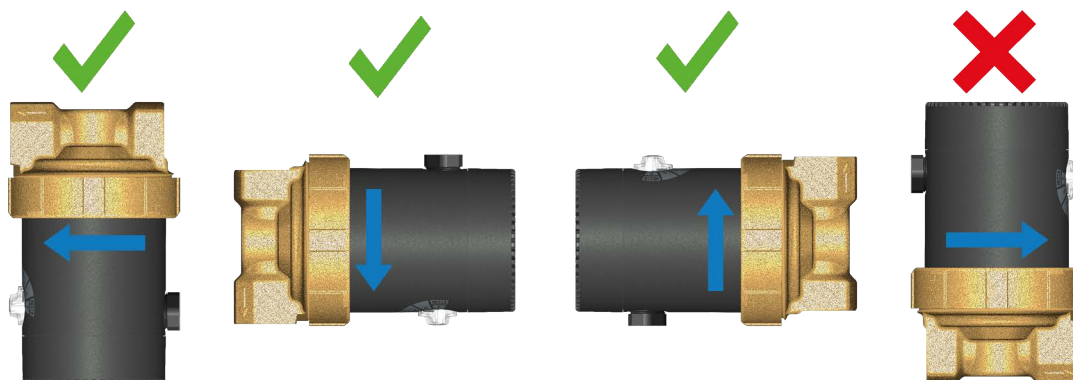

Figura 5
- Instalar numa das posições de montagem permitidas (consultar **Figura 5** na página 16).